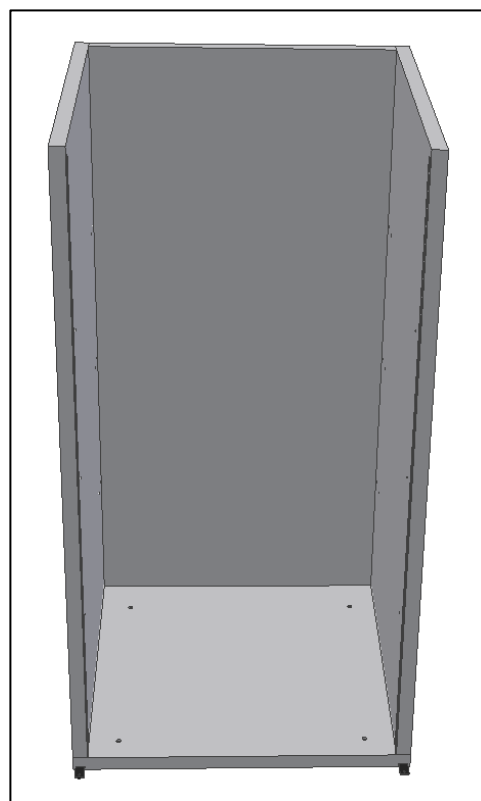

Fig. 5
- Inserire il **pannello laterale destro** sul pannello del fondo e fissare solo al fondo (Fig.5).